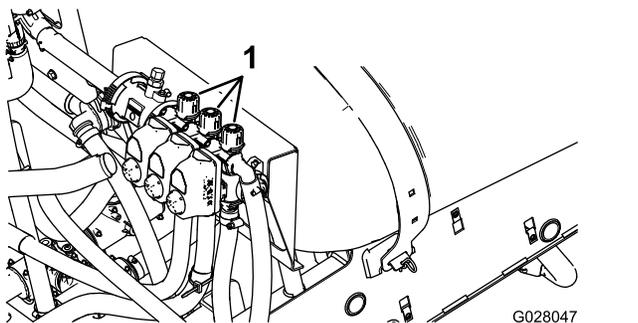

Рисунок 29
11. Выключите левую стрелу и с помощью регулировочной ручки перепуска стрелы (Рисунок 29) установите давление на
13. С помощью регулировочной ручки перепуска правой стрелы (Рисунок 29) установите давление на предварительно отрегулированный уровень (обычно 2,75 бара).
15. С помощью регулировочной ручки перепуска средней стрелы (Рисунок 29) установите давление на предварительно отрегулированный уровень (обычно 2,75 бара).